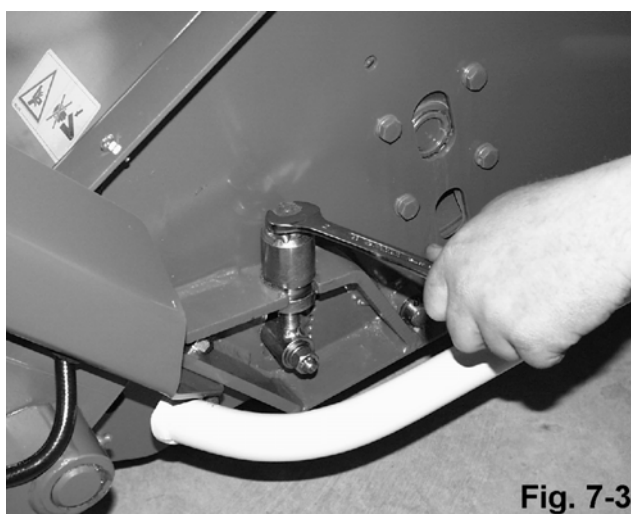

Fig. 7-3
- Ustawić wał podporowy w żądanym położeniu poprzez obracanie śrub regulacyjnych (rys. 7-3),